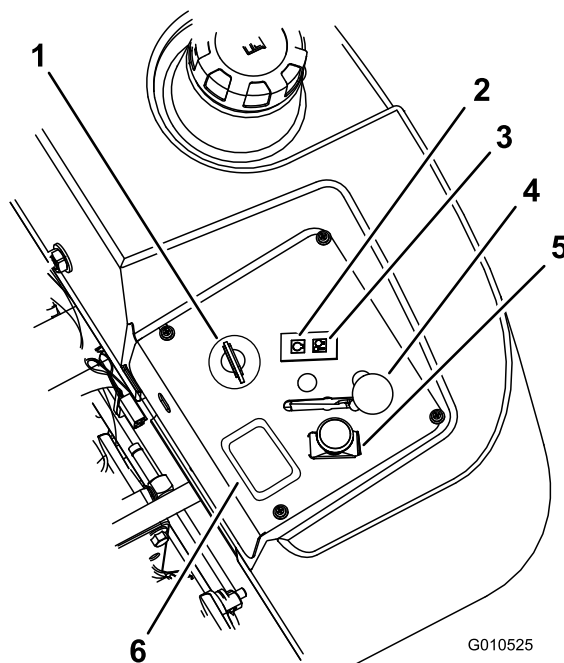

Figura 13
4. Mueva la toma de fuerza (PTO) a la posición Desengranada (Figura 13).
5. Mueva la palanca del acelerador a la posición central (Figura 13).
6. Gire la llave de contacto en el sentido de las agujas del reloj a la posición marcha (Figura 13). Se encenderá el indicador de la bujía.